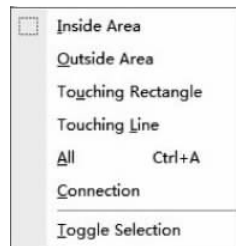
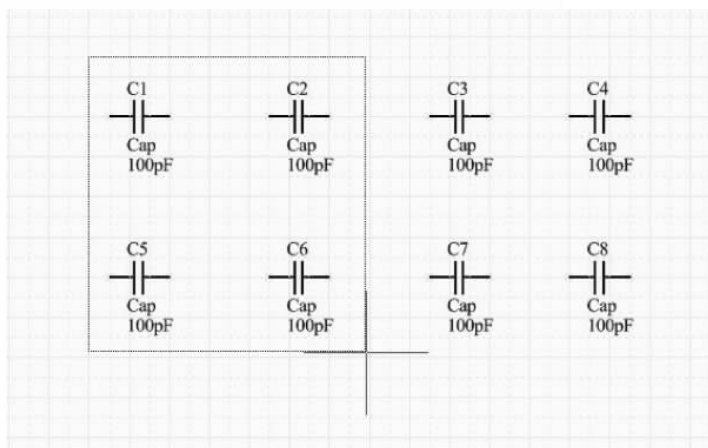
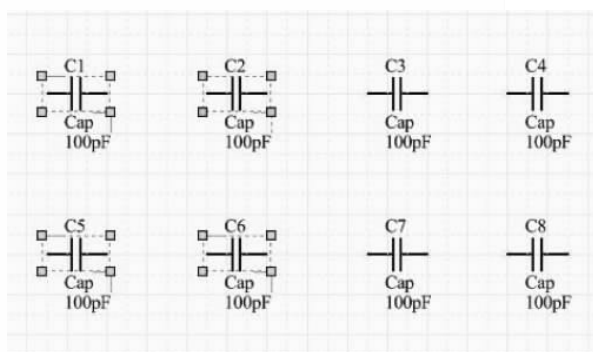
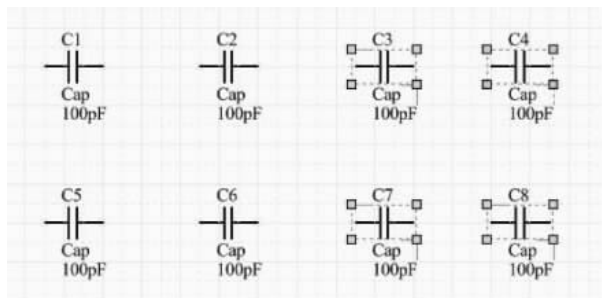

图 3-11 【Select】子菜单
图 3-13 绘制内部区域
图 3-14 内部区域绘制显示效果
图 3-15 外部区域绘制显示效果
除了单个对象的选择外,Altium Designer 15 还提供了一些其他的对象选择方式,只要单击【Edit】菜单中的【Select】子菜单,即可弹出图 3-11 所示的子菜单,上面列出了各种对象选择命令。
(1) 执行图 3-11 所示的【Inside Area】(内部区域)命令,光标由箭头变成十字形状显示在工作界面上。
(2) 单击确定区域的一个顶点,按住鼠标左键不放并拖动鼠标,在工作窗口中将显示一个虚线框,该虚线框就是将要确定的区域,如图 3-13 所示。此时在区域内的对象将全部处于选中状态,如图 3-14 所示。
相反,即选中所确定区域外的所有对象,具体操作方法与选择一个区域内的所有对象的操作相同。例如,单击图 3-11 所示的【Outside Area】(外部区域)命令,绘制一个外部区域同图 3-13,则显示结果如图 3-15 所示。
该操作非常简单,只要执行图 3-11 所示的【All】(全部)命令,或者按快捷键 Ctrl+A,原理图上的所有对象将全部被选中。
选择一个连接上的所有导线的操作通过单击图 3-11 所示子菜单中的【Connection】(连接)命令执行。具体的操作步骤如下:
该操作通过单击图 3-11 所示子菜单中的【Toggle Selection】(切换选择)命令执行。